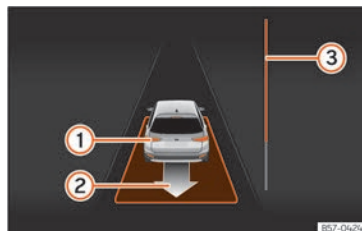

Abb. 174 Am Bildschirm des Kombi-Instruments: parallel zur Fahrbahn ausparken.
- Fahren Sie rückwärts, bis das Dauertonsignal des ParkPilot ertönt; **ODER:** fahren Sie zurück, bis am Bildschirm des Kombi-Instruments die Anzeige zur Vorwärtsfahrt erscheint. Die Fortschrittsanzeige » **Abb. 174** **③** zeigt den zurückzulegenden Abstand an » **Seite 259**.